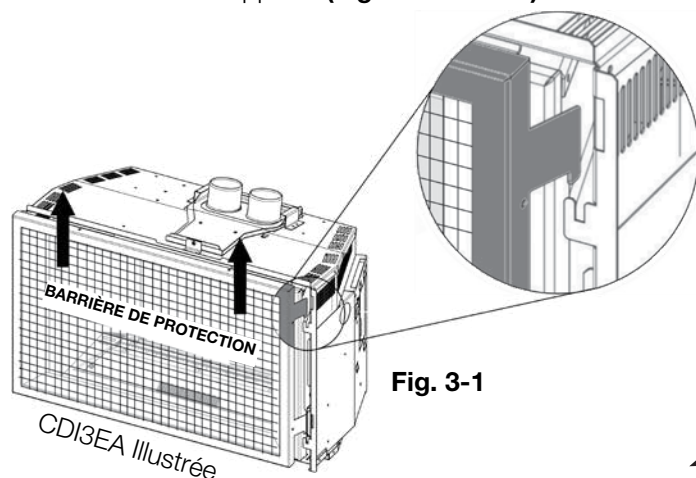

Fig. 3-1
1. Avant d'enlever la porte vitrée, la barrière de protection doit être enlever. Soulevez la barrière de protection hors des 4 goupilles et enlever de l'appareil, puis inclinez la partie haut du porte vitrée puis enlever de l'appareil (**Fig. 3-1 and 3-2**).